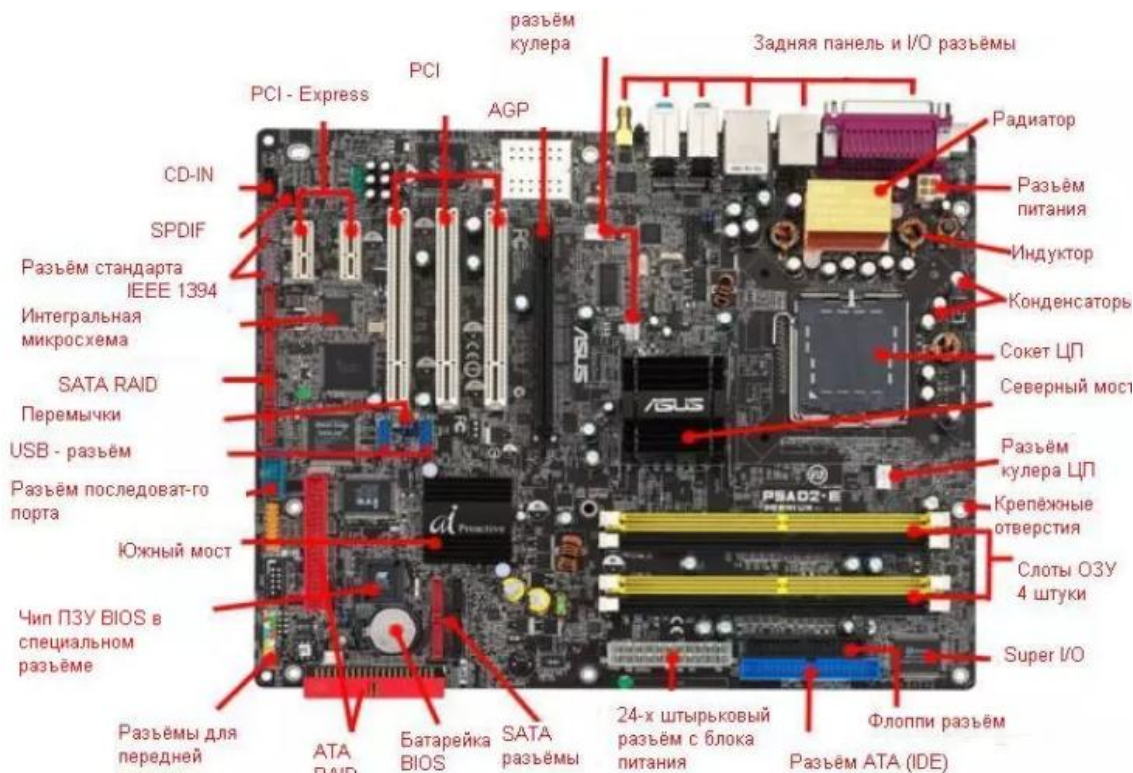

Рисунок 1 - Основные компоненты материнской платы
1. Схематично зарисуйте в отчет основные компоненты выданной вам материнской платы (рис. 1).